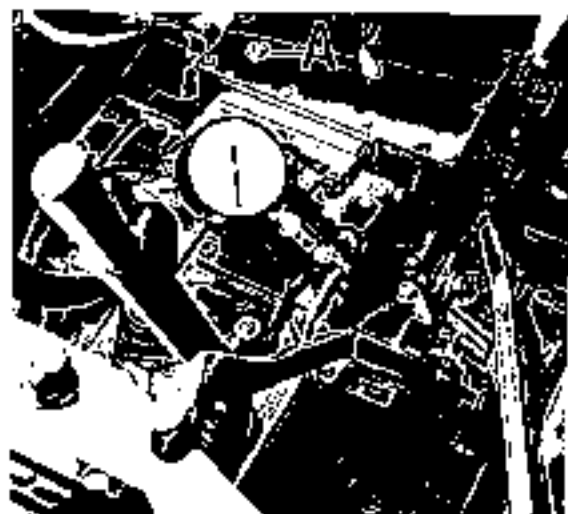

Fig. 209 - Controllo della taratura della valvola di sovrappressione, mediante raccordo n. 5.9030.471.0 e manometro n. 5.9030.274.0.
- applicare il raccordo n. 5.9030.471.0 con l'apposito manometro n. 5.9030.274.0 come indicato in fig. 209;